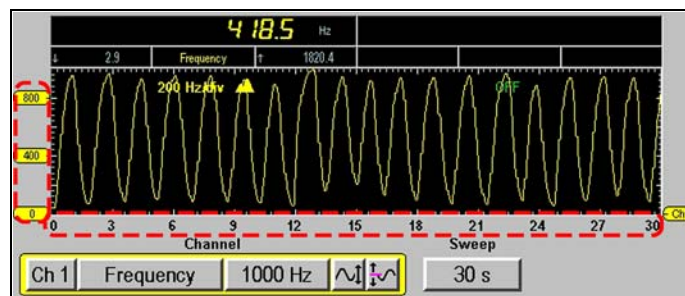

Abbildung 4-42 Auswahl des Menüs Skalenanzeige (Beispiel)
- Wählen Sie **Setup > Skalenanzeige** (Abbildung 4-42).
Der Skalenwert wird entlang der X- (horizontal) und Y- (vertikal) Achsen des Graphen angezeigt (Abbildung 4-42).